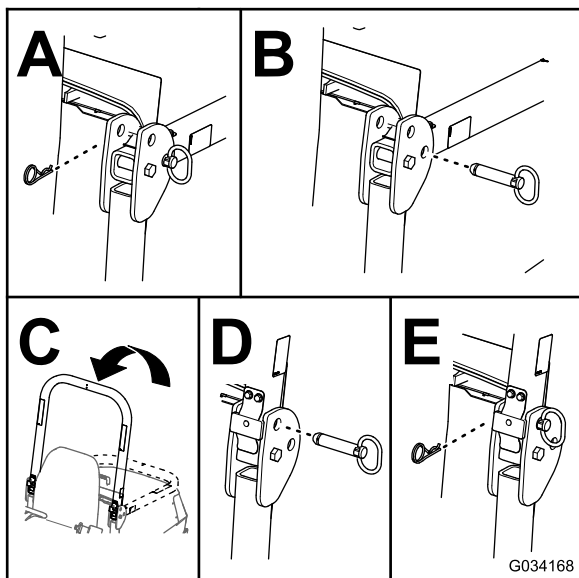

Figure 35
2. Retirez les goupilles fendues et les axes de l'arceau de sécurité (Figure 35).
3. Relevez l'arceau de sécurité et fixez-le en position avec les axes et les goupilles fendues (Figure 35).